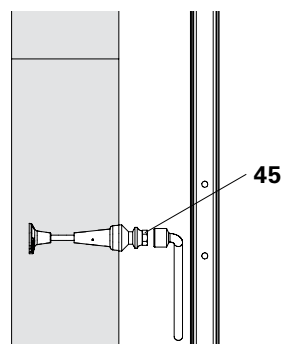

Fig. B1.31
3. Allentare e smontare il rocchetto e la vite M24 x 120 (45) del cono precedente con la chiave a pipa Ch 36. (Fig. B1.31)
3. Allentare e rimuovere rocchetto e vite M24 x 120 (45) dal conico precedente con chiave a pipa Ch 36. (Fig. B1.31)